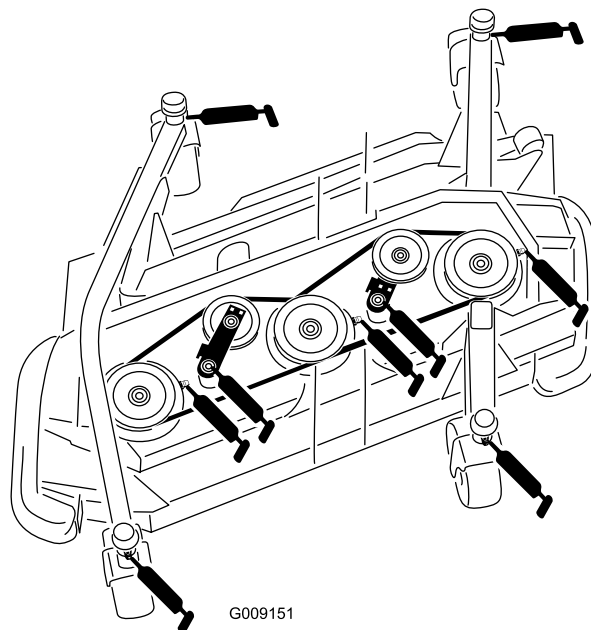

図 56
- ・ キャスタフォークのシャフトのブッシュ (4ヶ所) (図 56)
- ・ スピンドルシャフトのベアリング (各3ヶ所；スピンドルハウジングにある) (図 56)
- ・ アイドラアームのピボットのブッシュ (2ヶ所；アイドラピボットのシャフトにある) (図 56)